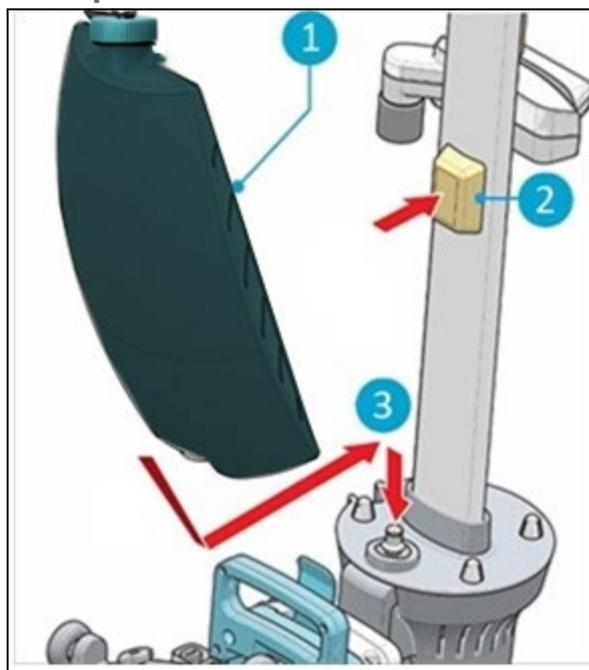

Figura 11
1. Colocar o depósito (Figura 11, pos 1) no i-mop® Lite com a válvula primeiro.
2. Pressionar o depósito para baixo no bocal (Figura 11, pos 3) para abrir o vedante da válvula.
3. Empurrar o depósito para a frente, o ímã (Figura 11, pos 2) bloqueará o depósito de solução no seu lugar.